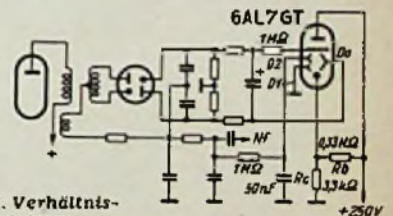
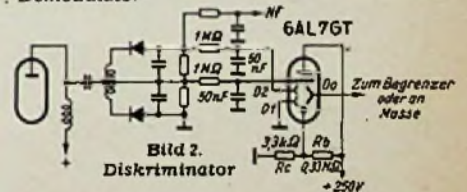

Bild 1. Verhältnis-Demodulator
Bild 2. Diskriminator
H. B. Karplus gibt die hier wiedergegebenen beiden Schaltungen an, mit denen eine wirklich befriedigende Abstimmanzelge bei Anschaltung an FM-Demodulatoren möglich ist. Beiden gemeinsam ist, daß die Abstimmanzeigeröhre normalerweise fast gesperrt ist und durch eine positive Spannung, die aus der Demodulatorschaltung gewonnen und mehr oder weniger geöffnet wird. Bild 1 zeigt ein Beispiel für einen Verhältnis-Demodulator (Ratio-detektor). Der Serienwiderstand am Gitter der 6AL7GT (1 MΩ) verhindert ein zu starkes Anwachsen des Anodenstroms bei starken Signalen. Die Diskriminatorschaltung nach Bild 2 wird zweckmäßig mit Kristalldioden aufgebaut,